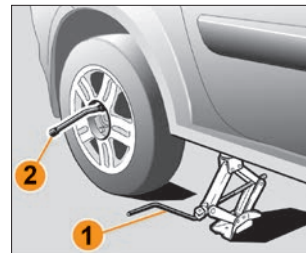

Рис. 6.9.3. Снятие колеса
**Для того, чтобы снять колесо (рис. 6.9.3):**